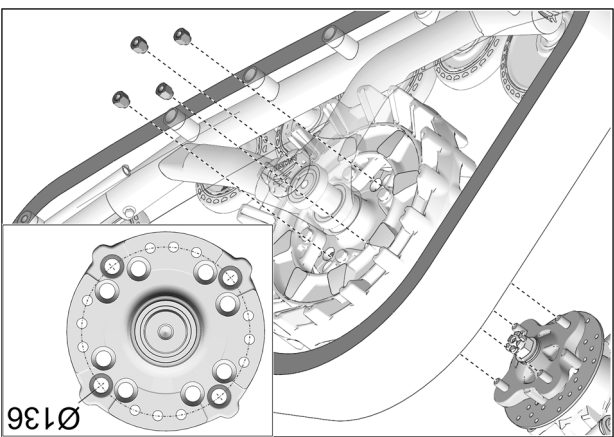

Fig. 16
7. Fixer le système de traction au moyen de roue avant. Utiliser le cercle de perçage de  $\varnothing 136\text{mm}$  et les écrous de roue d'origine du véhicule. Fig. 16